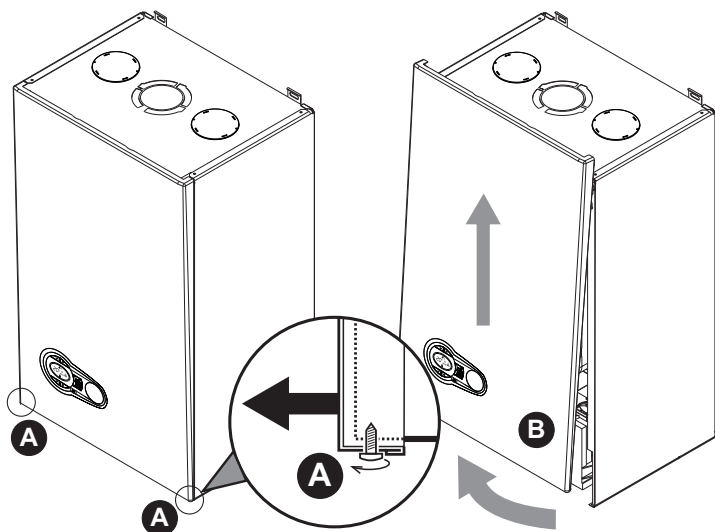

fig. 25 - Apertura pannello frontale
1. Svitare parzialmente le viti **A** (vedi fig. 25).